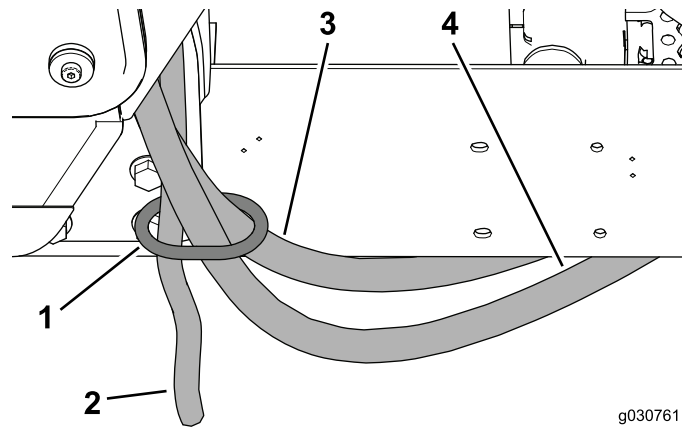

Figure 36
4. Passez les flexibles du chauffage et le flexible de vidange dans l'anneau sur le support arrière de la cabine (Figure 36).